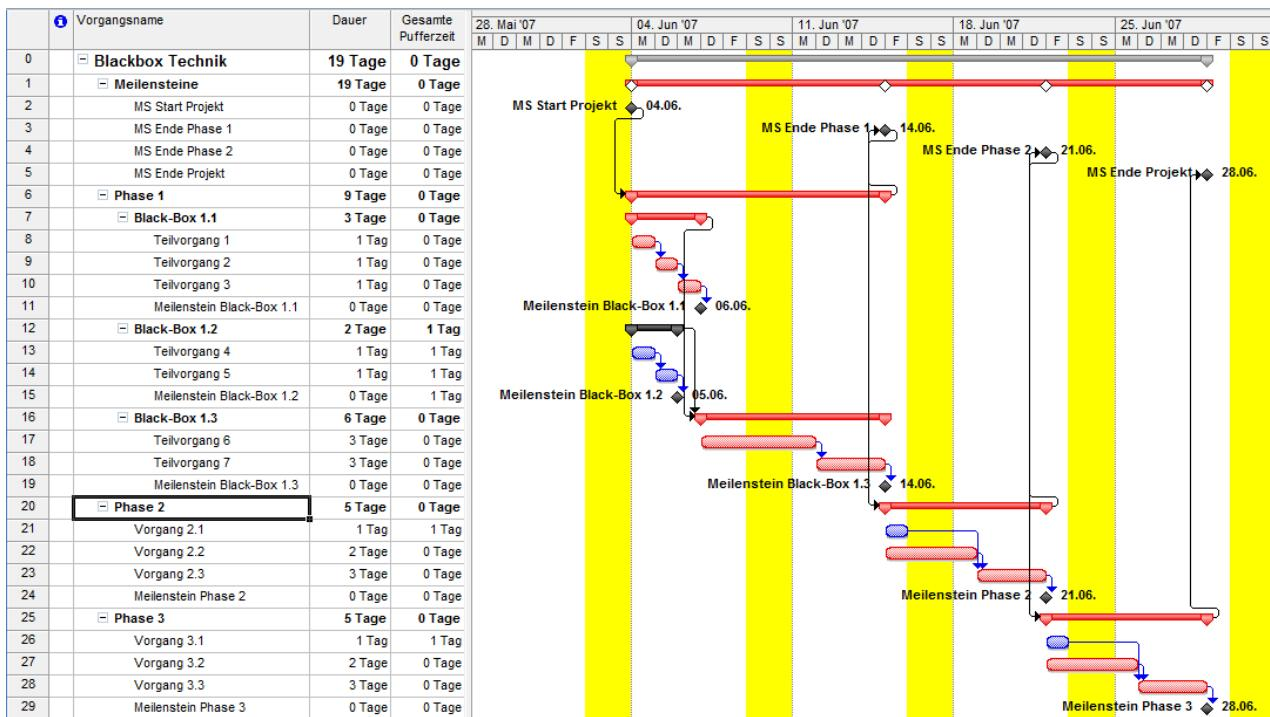

Bild 2: Projektplan strukturiert nach den Regeln der Black Box-Technik.
Um dies konsequent umzusetzen, muss man zunächst eine klare Struktur des Projekts im Kopf haben. Dann erst kann man damit beginnen, einen Plan in Microsoft Project zu erstellen. Die einmal festgelegte Struktur darf sich im Laufe des Projektlebenszyklus nicht mehr verändern. Sie lässt sich aber jederzeit verfeinern, indem man z.B. aus einem Teiltätigkeiten eine weitere Black Box erstellt. Ein Beispiel hierfür sehen Sie in Bild 2.
Nehmen wir als Beispiel ein einfaches Projekt, das aus drei Hauptphasen besteht (Bild 2). Das Ende jeder Hauptphase wird im oberen Bereich des Plans (dem Managementbereich) als Meilenstein dargestellt. Dazu kommt je ein Meilenstein für den Projektstart und das Projektende. Da Projektende und Ende der Phase 3 identisch sind, wird auf einen zusätzlichen Endmeilenstein der Phase 3 verzichtet.
Da Verknüpfungen immer nur auf der gleichen Ebene erstellt werden, erhält man einen durchgängigen kritischen Weg der Hauptphasen. Die einzelnen untergeordneten Strukturen haben wiederum für sich jeweils einen kritischen Weg, der davon unabhängig betrachtet wird. In Bild 2 sind alle kritischen Sammeltätigkeiten rot und alle nicht kritischen Sammeltätigkeiten (im Beispiel der Sammeltätigkeiten innerhalb von Phase 1) schwarz dargestellt.
1. Strukturieren Sie Ihr Projekt mit Hilfe von Sammeltätigkeiten bzw. Phasen (diese entsprechen den Black Boxes), wie im Beispiel von Bild 2 dargestellt. Jeder Sammeltätigkeiten hat ein abgeschlossenes, durch einen Meilenstein gekennzeichnetes Ende. Auch eine Überlappung von Phasen oder einzelner "Black Boxen" ist denkbar, indem man z.B. bei den jeweiligen Verknüpfungen negative Werte für die Abstände einträgt. Auch wenn sich im Rahmen der Projektfortschreibung zeigt, dass ein Vorgang einer späteren Phase bereits früher begonnen wurde (aus welchem Grund auch immer), beeinträchtigt das die Logik in Microsoft Project nicht.